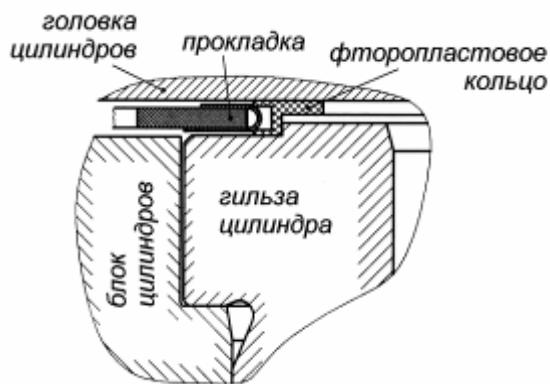

Рис. 8. Схема расположения деталей в месте уплотнения газового стыка
2. Головки цилиндров двигателей ЯМЗ-238БЕ, ЯМЗ-238ДЕ блочные на четыре цилиндра каждая. Конструктивно выполнены в основном аналогично предыдущей блочной головке, но в зоне уплотнения гильз цилиндров нет кольцевых проточек. Стык головки цилиндров, блока и гильзы (рис. 8) уплотняется прокладкой из материала типа «сэндвич» с окантовками цилиндровых отверстий и отверстий для прохода охлаждающей жидкости.